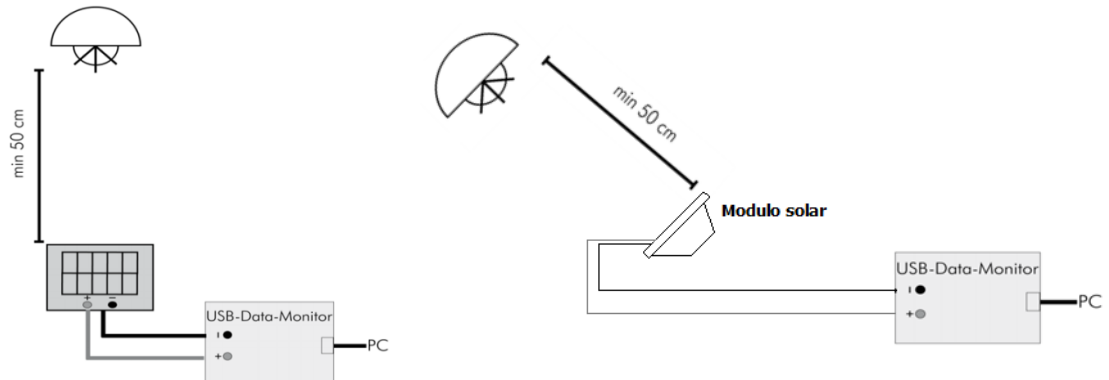

Figura 3: Esquema
- Arme la configuración de ensayo según lo mostrado en la figura 3.